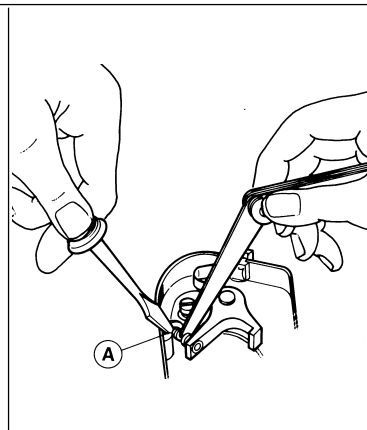

Fig. 11
- Introduire un calibre à l'aide d'un tournevis engagé dans l'encoche **A** (Fig. 11).